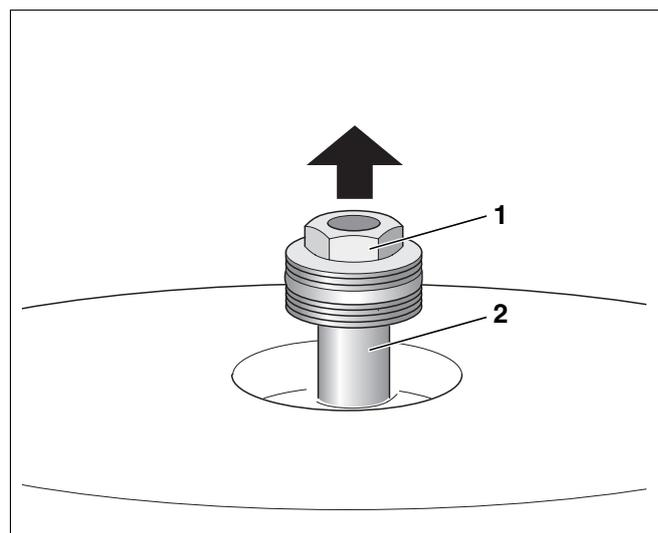

Abb. 12 Magnesiumanode austauschen
- Sechskant (Abb. 12, **Pos. 1**) der Magnesiumanode mit Ringschlüssel SW 32 lösen.
- Magnesiumanode (Abb. 12, **Pos. 2**) herausdrehen.
- Wenn die Magnesiumanode verbraucht ist, montieren Sie eine neue, wie in Abbildung 12 dargestellt.